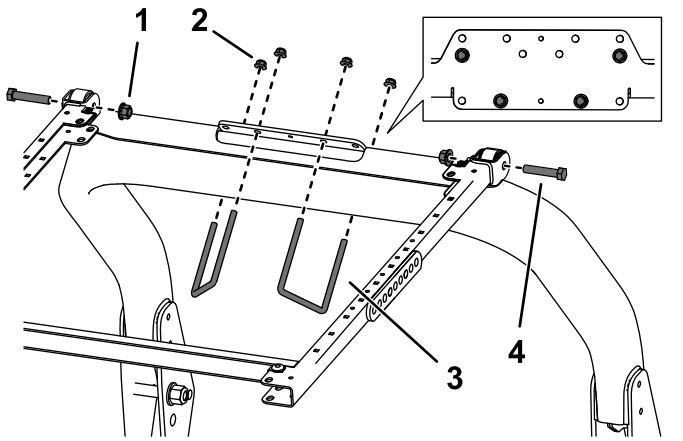

図 38
6. ROPS 取り付けブラケットを、トラクションユニットROPS の上部にセットする図 38。ROPS が ROPS 取り付けブラケットの中央にあることを確認してください。
7. 図 38 に示されている取り付け穴を利用して、ROPS 取り付けブラケットを ROPS 上部に取り付けるUボルト $3\frac{1}{2} \times 5"2$ 本とフランジナット4個を使用する。